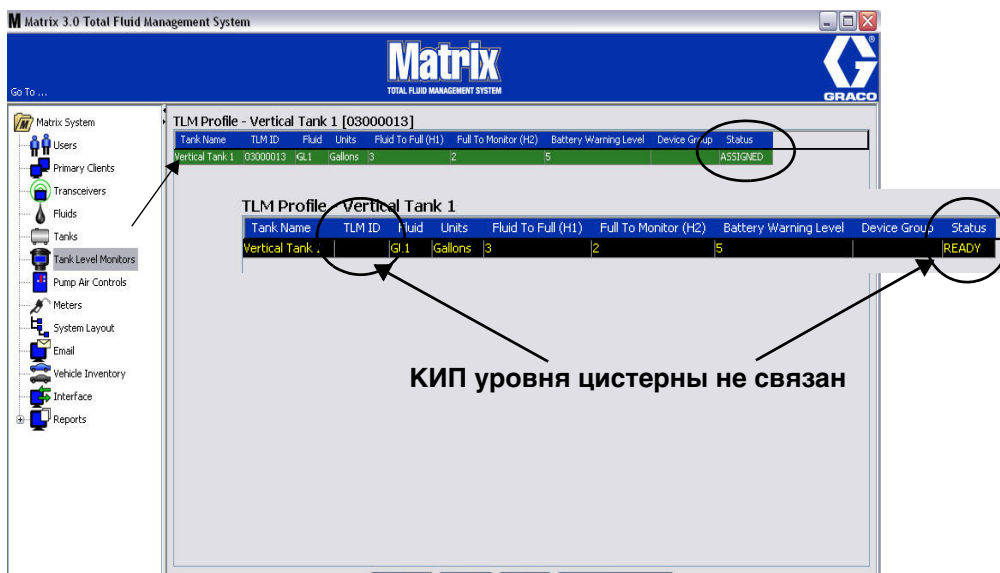

Рис. 109
3. По заполнении сведений во всех полях, нажмите кнопку «OK» [OK] внизу окна «Add TLM Profile» [Добавить профиль КИП уровня цистерны]. Профиль добавлен в начало списка. Параметр «ASSIGNED» [НАЗНАЧЕН] в столбце «Status» [Состояние] подтверждает, что профиль полностью заполнен. Параметр «READY» [ГОТОВ] в столбце «Status» [Состояние] появится, если профиль не полностью заполнен. Обратите внимание, что поле «TLM ID» [ИД КИП] пустое (Рис. 109), т. е. КИП уровня цистерны не связан с системой Matrix.